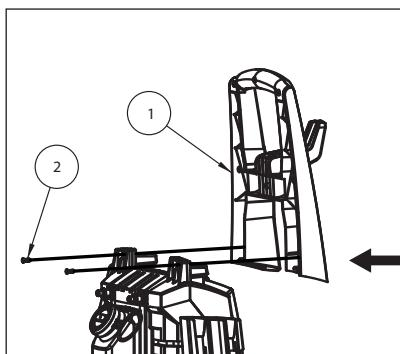

Figure 5 - Fixer la poignée (PW190100 seulement)
- Fixer la poignée (1) sur l'unité avec 2 vis Phillips (voir la figure 5).